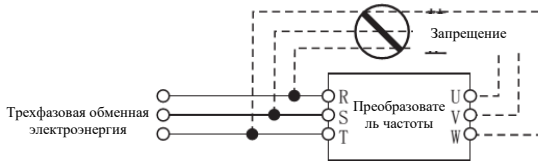

Рис. 1-2
- Строго запрещается подключать источник питания переменного тока к выходным клеммам U, V, W преобразователя частоты, иначе это приведет к повреждению преобразователя частоты, как показано на рис.1-2.